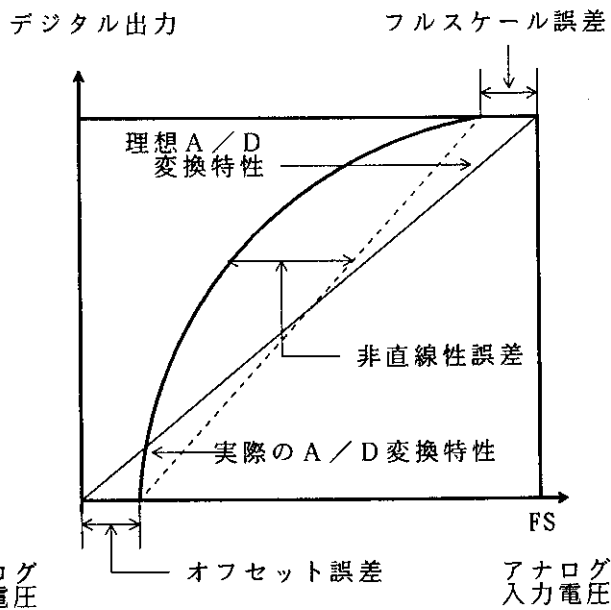

図 14.10 A / D 変換精度の定義(2)
- オフセット誤差 …… デジタル出力が最小電圧値 0000000000 から 0000000001 に変化するときのアナログ入力電圧値の理想 A / D 変換特性からの偏差 (図 14.10)
- フルスケール誤差 …… デジタル出力が 1111111110 から 1111111111 に変化するときのアナログ入力電圧値の理想 A / D 変換特性からの偏差 (図 14.10)